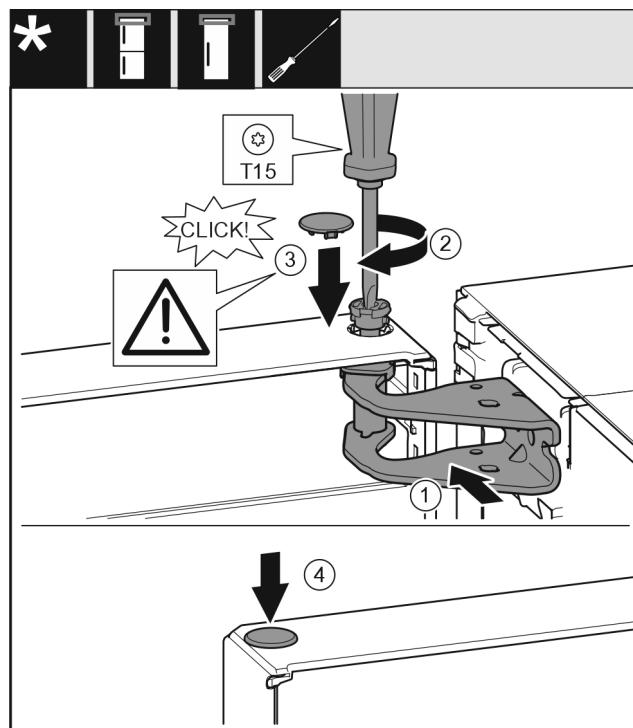

Fig. 19
- ▶ Deur boven uitlijnen op de opening in de lagerbus. Fig. 19 (1)
- ▶ Bouten aanbrengen en met schroevendraaier T15 vastschroeven. Fig. 19 (2)
- ▶ Veiligheidsafdekking voor de veiligheid van de deur monteren: Veiligheidsafdekking aanbrengen en controleren of deze op de deur rust. Anders bout volledig aanbrengen. *Fig. 19 (3)*
- ▶ Stop aanbrengen. *Fig. 19 (4)*